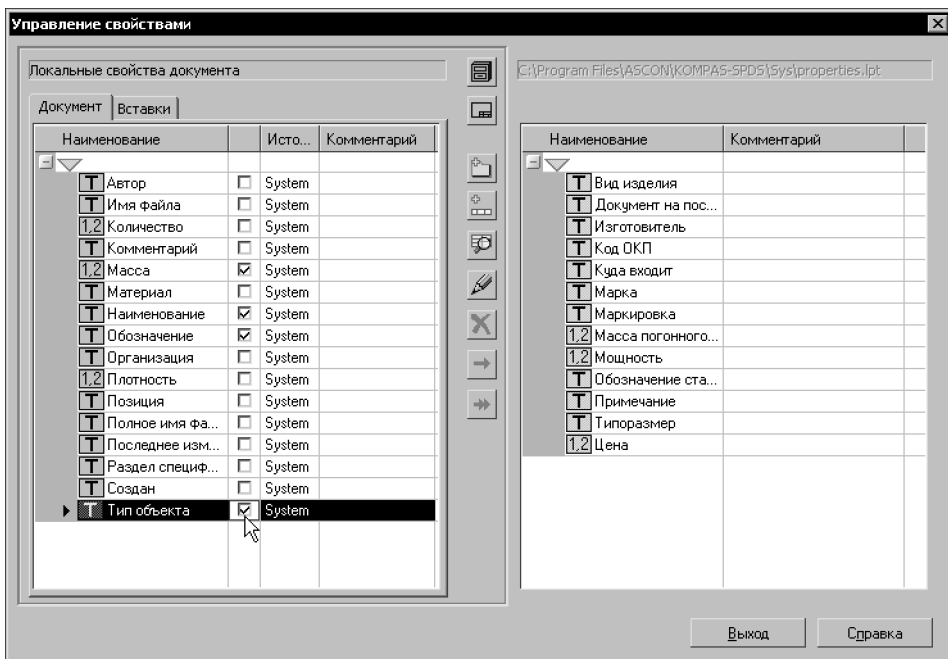

Рис. 79.5. Диалог управления свойствами
Работа со свойствами документа и библиотеками свойств выполняется в диалоге **Управление свойствами** (рис. 79.5), который вызывается командой **Сервис — Библиотеки стилей, типов, оформлений и основных надписей — Свойства объектов...** Диалог может быть также вызван с Панели свойств в процессе задания свойств документа или входящего в него объекта, а также в Редакторе свойств. О задании свойств и о работе в Редакторе рассказано в главе 80.
Активным может быть только одно окно — оно выделено рамкой. Например, на рис. 79.5 активным является правое окно.
На рис. 79.5 показан вариант, когда в левом окне просмотра отображается список **Локальные свойства документа** (свойства текущего документа), а в правом — список свойств из библиотеки *properties.lpt*.
Создание библиотеки свойств выполняется в диалоге **Управление свойствами** (см. рис. 79.5 на с. 568).
По умолчанию список свойств документа содержит системные свойства и свойства из библиотек, подключенных при настройке (см. раздел 79.1 на с. 565). Вы можете редактировать список, создавая новые свойства, изменяя или удаляя существующие. Редактирование списка выполняется в диалоге **Управление свойствами** (см. рис. 79.5 на с. 568).
В диалоге **Управление свойствами** (см. рис. 79.5 на с. 568) включите отображение списка свойств текущего документа, нажав кнопку **Показать документ**. В окне просмотра будет раскрыта вкладка **Документ**, содержащая этот список.
1. В одном из окон просмотра диалога **Управление свойствами** (см. рис. 79.5 на с. 568) включите отображение списка свойств текущего документа. Для этого нажмите кнопку **Показать документ**. В окне будет раскрыта вкладка **Документ**, содержащая список свойств.